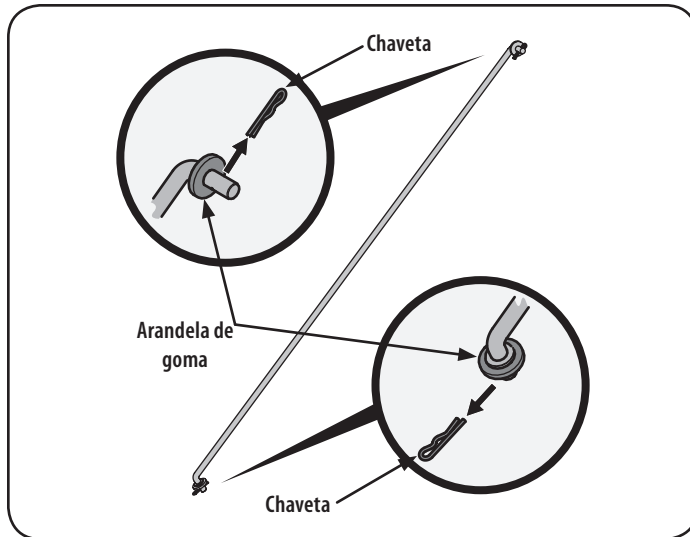

Figura 4
3. Inserte el extremo más corto, angulado de la varilla de control a través de la ménsula del indicador sobre la cubierta de cambios y asegure con el broche de horquilla que quitara anteriormente. Vea la Figura 4.